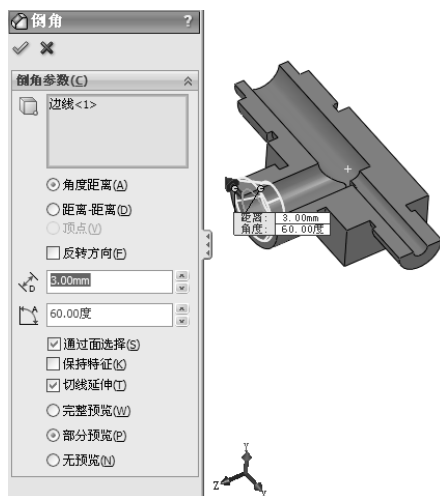
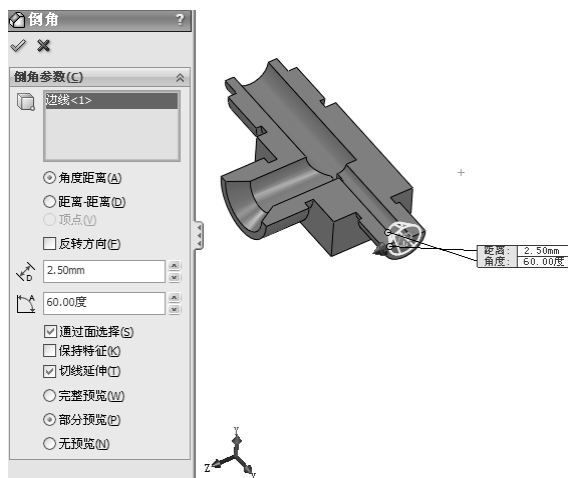

图 7-63 创建倒角特征 1
图 7-64 创建倒角特征 2
(1) 选择倒角边。在绘图区选择直径为 10 mm 的喇叭口的内径边线。
(2) 创建倒角特征。单击“特征”工具栏中的 (倒角) 按钮, 或选择菜单栏中的“插入”→“特征”→“倒角”命令, 弹出“倒角”属性管理器; 在 (距离) 文本框中输入“3”, 在 (角度) 文本框中输入“60”, 其他选项保持系统默认设置, 单击 (确定) 按钮, 创建直径为 10 mm 的密封工作面, 如图 7-63 所示。
(3) 选择倒角边。在绘图区选择直径为 4 mm 喇叭口的内径边线。
(4) 创建倒角特征。单击“特征”工具栏中的 (倒角) 按钮, 或选择菜单栏中的“插入”→“特征”→“倒角”命令, 弹出“倒角”属性管理器; 在 (距离) 文本框中输入“2.5”, 在 (角度) 文本框中输入“60”, 其他选项保持系统默认设置, 如图 7-64 所示, 单击 (确定) 按钮, 生成直径为 4 mm 的密封工作面。